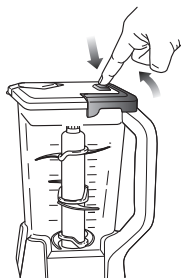

Fig. 10
- 16 Pour obtenir des consistances plus épaisses, retirez d'abord le couvercle en appuyant sur le bouton de dégagement et en tirant la poignée du couvercle jusqu'à un angle de 90 degrés pour soulever le jeu de lames superposées par le haut de la tige. Placez le jeu de lames superposées loin de la zone de travail afin d'éviter tout contact accidentel. Enfin, videz le contenu du pichet. (Fig. 10)